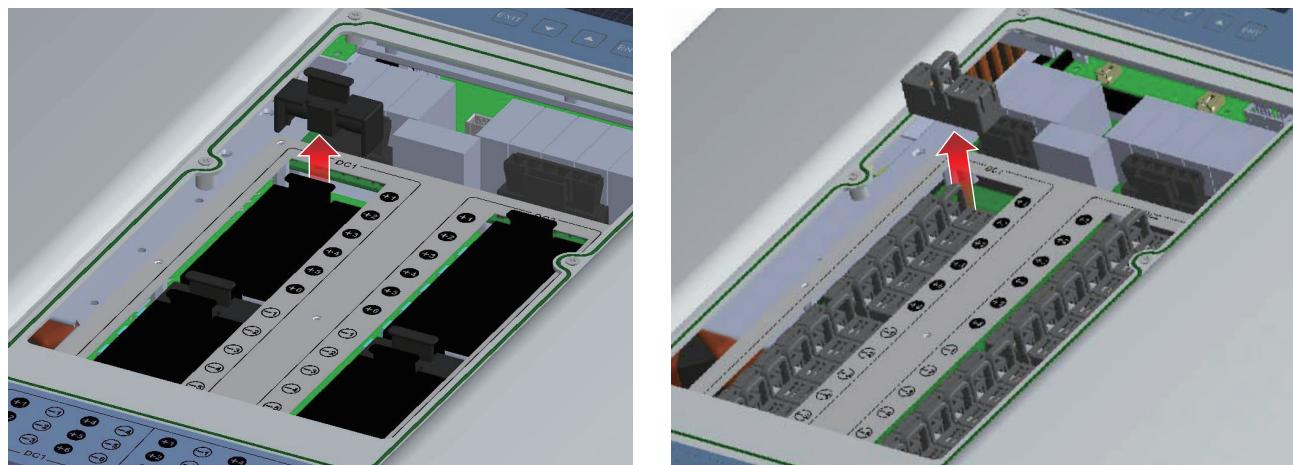

図 7-5
3. ヒューズホルダーを引き抜き、ヒューズをチェックします。(図 7-5)